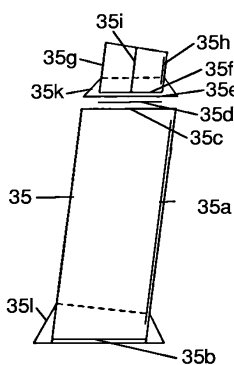

Abbildung 4
Der Zusammenbau des Schornsteins ist aus der Abbildung 4 (für hinteren Schornstein) ersichtlich. Den Schornsteinmantel 34 vorrunden und dann die abgetrennte Lasche 34a wieder ankleben. Schornsteinkappe 34g von innen schwarz färben. 34n sind Rellingstücke, die auf den Markierungen des Schornsteindecks (34) und seitlich im Bereich des hinteren Schornsteinmantels befestigt werden. 34o sind Materialkästen, die oben an der Relling auf der Außenseite befestigt werden (keine Markierung).
Bauteilgruppe 35 (achterer Schornstein, 35 - 35k) auf Bogen 1b, Abbildung 4